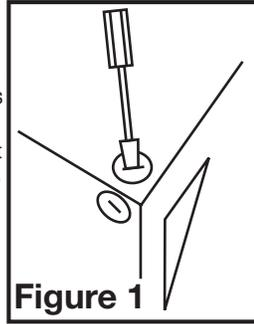

Figure 1
- Choisir un emplacement pour votre ventilateur. Pour garantir la meilleure qualité d'air et performance acoustique, il est recommandé que la longueur de la canalisation et le nombre de coudes soient réduits au minimum, que le rayon de chaque coude soit aussi grand que possible pour l'installation, et que des conduits rigides isolés soient utilisés. Ce ventilateur nécessitera au moins 20,3cm (8po) de dégagement dans le plafond ou le mur, et s'installe au travers de cloison sèche d'une épaisseur de jusqu'à 1,9cm(3/4po). Le ventilateur s'installe entre 40,6cm ou 61 cm (16po ou 24po) au centre des solives à l'aide des quatre (4) traverses de montage incluses.
- Sélectionner l'alvéole défonçable la mieux appropriée et l'enlever à l'aide d'un tournevis à lame plate (Figure 1).